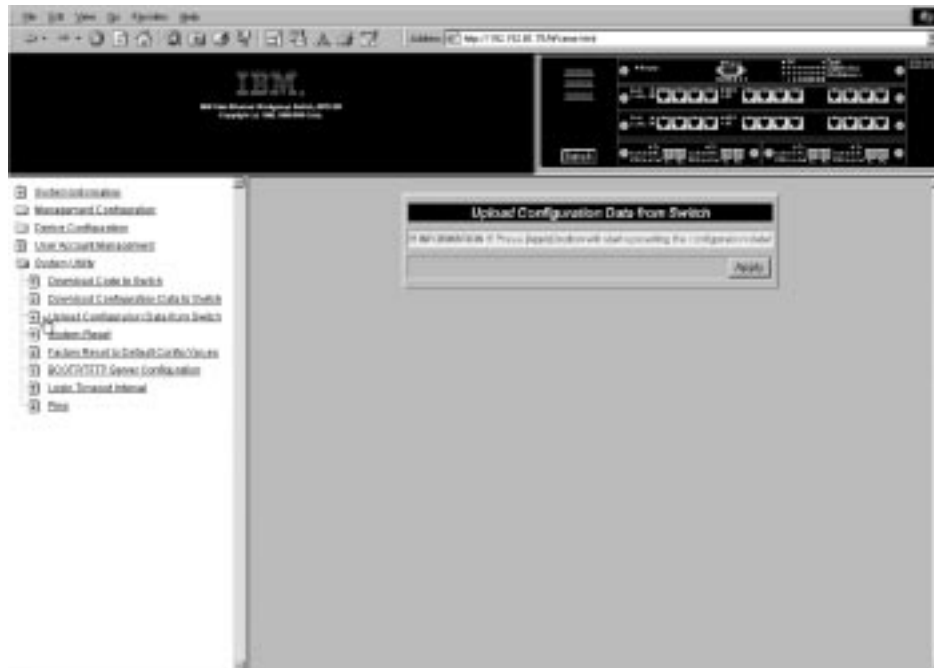

Abbildung 5-20. Bestätigungsanzeige "Upload Configuration Data from Switch"
Schritt 4. Wählen Sie erneut **Apply** aus, um die Operation zu bestätigen (siehe Abb. 5-20).